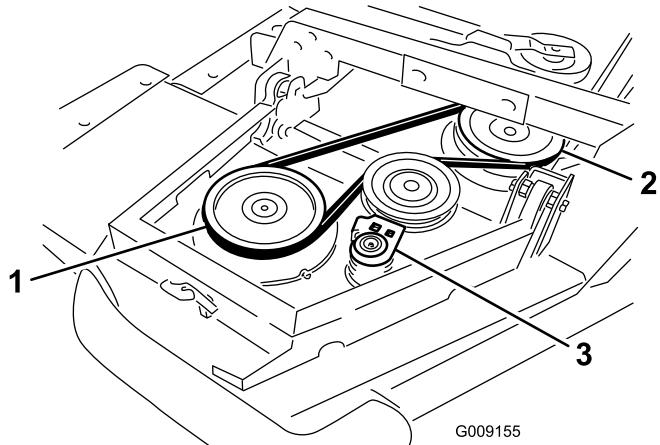

図 5
- ・ まず、ウイングレットのスピンドルブーリから前デッキのスピンドルブーリにベルトを掛ける（図 5）。
- ・ ラチェットレンチのようなものを使って、アイドラブーリをブーリから引き離す（図 5）。